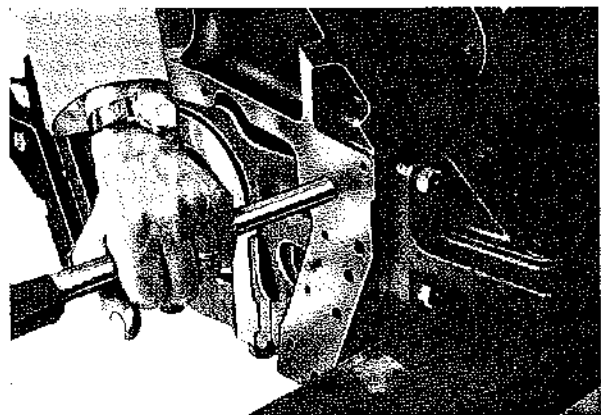

Fig. 49
- Spingere all'esterno il tubo avariato con punzone (Fig. 49).